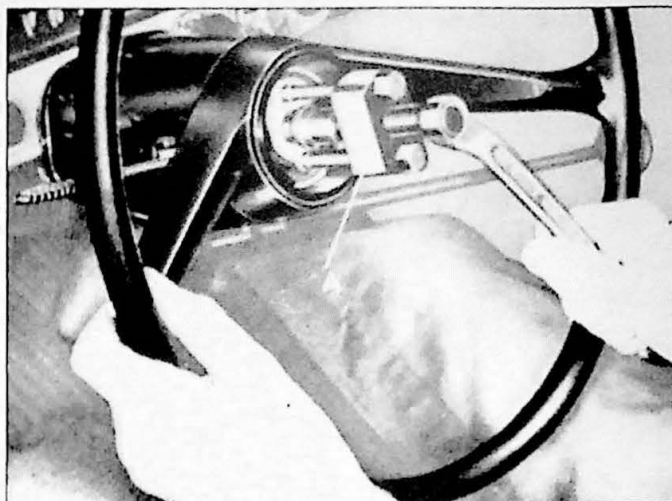

Fig. 10.21. Demontage van het stuurwiel.
4. Verwijder hierna het stuurwiel met trekker SVO 2263 of SVO 2325 afhankelijk van het type stuurwiel (Fig. 10.21).